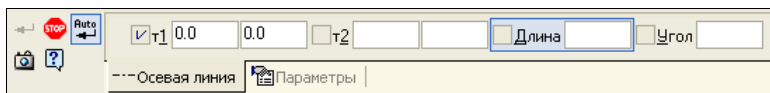
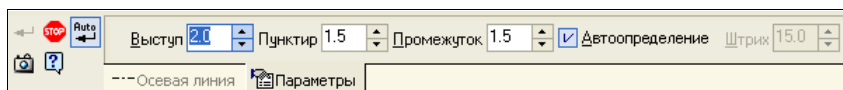

Рис. 12.32. Панель свойств в режиме построения осевых линий
Рис. 12.33. Панель свойств в режиме построения осевых линий с открытой вкладкой **Параметры**
- ♦ вызовите команду **Осевая линия по двум точкам**. Обратите внимание на Панель свойств. Она имеет две вкладки: **Осевая линия** (рис. 12.32) и **Параметры** (рис. 12.33);